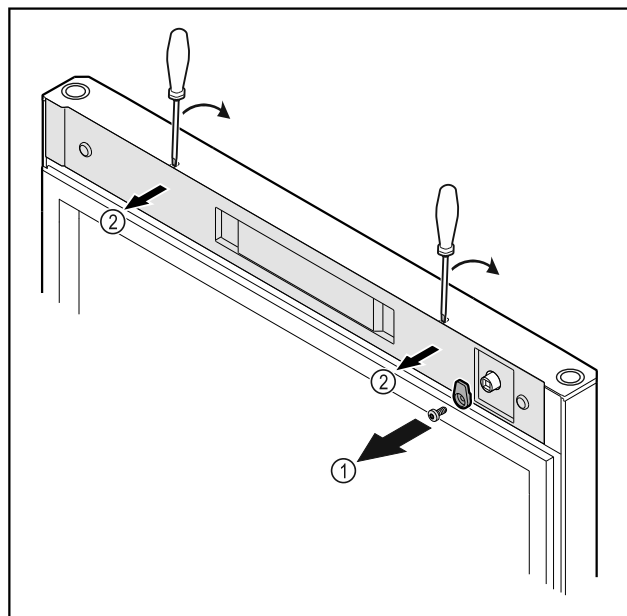

Fig. 7
- ▶ Csavarja le a reteszelő kampót Fig. 7 (1).
- ▶ Pattintsa ki a burkolatot Fig. 7 (2) egy csavarhúzó segítségével, és vegye le.